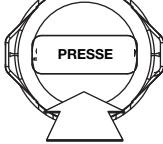

Fig. 23
5. Replacez le couvercle de la tête de coupe et poussez fermement jusqu'à ce que les deux languettes retrouvent leur place. (Fig. 23)